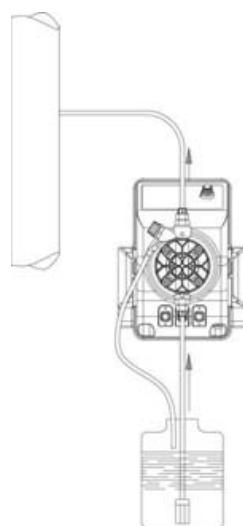
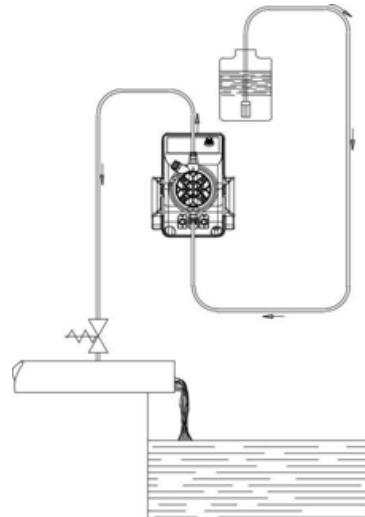

Fig. 5
Fig. 6
- c. - Placer la pompe comme la fig. 5 en tenant compte du fait qu'elle peut être fixée tant en dessous qu'au-dessus du niveau du liquide à doser dans la limite maximum de 2 mètres. Le point d'injection doit toujours être situé plus haut que le liquide à injecter. Si l'installation à traiter fonctionne à la pression atmosphérique (dosage de réactif à décharge libre) et si le réservoir du réactif doit être absolument placé plus haut que le point d'injection (fig. 6), contrôler périodiquement le fonctionnement de la canne d'injection, parce que son usure excessive pourrait introduire de l'additif dans l'installation par gravité (même quand l'appareil est arrêté). Si le problème demeure, ajouter une soupape de **contre-pressure "C"** tarée entre la pompe doseuse et le point d'injection (fig. 6). Pour des liquides qui dégagent des vapeurs agressives, ne pas installer la pompe au-dessus du réservoir sauf si ce réservoir est hermétiquement fermé.